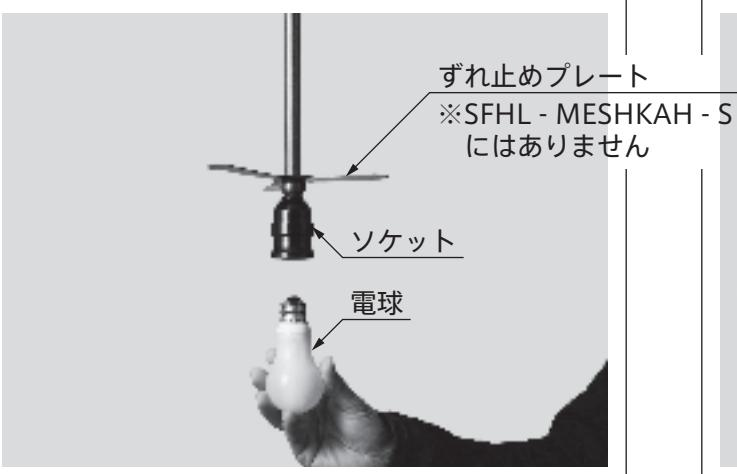

図5
6. 取付チェーンの先を本体力カバーキャップのフック（3ヶ所）に引っ掛けでシェードカバーを取付けます。 (図5)
5. 取付チェーンの先を本体力カバーキャップのフック（3ヶ所）に引っ掛けでシェードカバーを取付けます。 (図5)